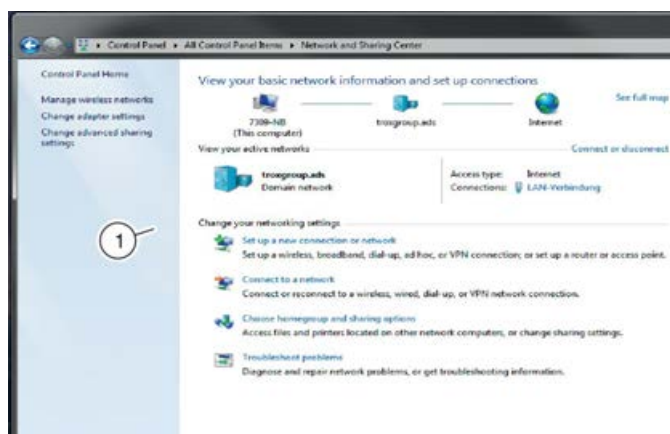

Fig. 45: Configurar una nueva conexión o red
2. ▶ Seleccione «Configurar una nueva conexión o red» (Fig. 45 /1).